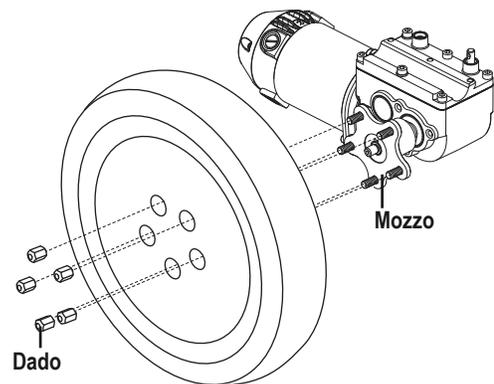

Figura 11. Ruota motrice con cinque dadi
4. Rimuovere il coprimozzo, se in dotazione, quindi rimuovere i tre (3) o cinque (5) dadi della ruota dal mozzo della ruota. **Vedere figura 11 o 12.**